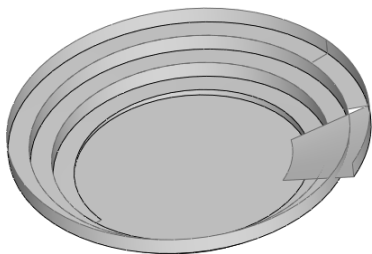
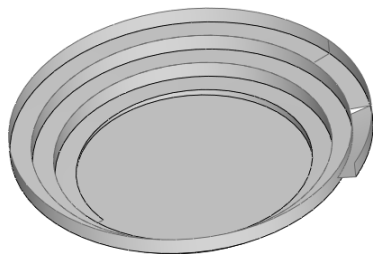

图 4-101 旋转曲面效果
图 4-102 曲面剪裁效果
STEP 2 同 **STEP 1** 操作，同样创建草图，并执行旋转操作（旋转角度为 35° ），创建一段曲面，如图 4-101 所示，再通过“剪裁曲面”操作将多余的曲面删除，效果如图 4-102 所示。